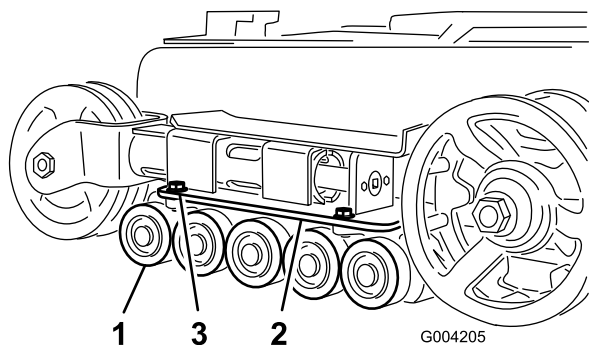

Рисунок 48
2. Отвинтите 4 болта, которые крепят нижнюю направляющую каждой гусеницы, которая включает в себя опорные катки, и снимите их (Рисунок 48).